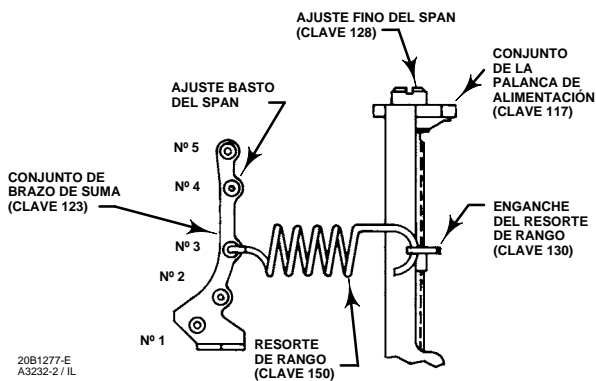

Figura 15. Ajuste del span
- Usar las tablas 9 a la 12 y la figura 15 para seleccionar el resorte de rango deseado y el ajuste basto del span. (Las tablas y la figura 15 sólo son válidas para las combinaciones estándar de carrera de válvula/resorte de rango que se muestran.) Insertar un extremo del resorte de rango (clave 150, figura 25) en el agujero del enganche del resorte de rango (clave 130) como se muestra en la figura 15. Insertar el otro extremo del resorte de rango en el agujero seleccionado en el conjunto de brazo de suma (clave 123, figura 15).
**Asegurarse de que el enganche del resorte de rango (clave 130) pase por debajo del conjunto de la palanca de realimentación (clave 117) como se muestra en la figura 15.**
La tabla 13 muestra algunos rangos divididos típicos de los posicionadores. Consultar las tablas 9 a 12 y la figura 15 por la correcta selección del resorte de rango y de agujero del resorte de rango para el ajuste basto del span deseado. Contactar a la oficina de ventas de Emerson Process Management, o a la fábrica para conocer los rangos de señal de entrada que no se muestran en la tabla 13.